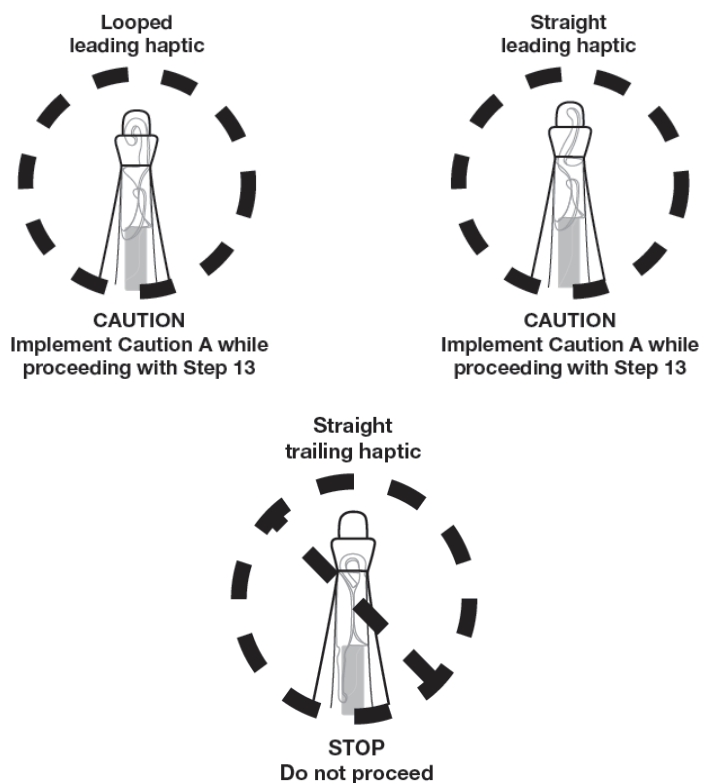

Figura 9
Paso 11. Inspeccionar visualmente la lente para determinar la posición del háptico delantero y del háptico posterior (ver **Figura 9**). Verificar que el émbolo está en contacto con el borde posterior de la óptica.